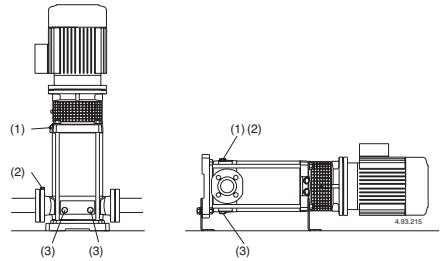

Fig. 4 (1) Llenado y purga
Con la **bomba por encima del nivel de agua** a elevar, (funcionamiento en aspiración, (Fig. 3A), o con una carga insuficiente, (inferior a 1 m) para abrir la válvula de retención, llenar el tubo de aspiración y la bomba a través del orificio (1) (fig. 4).
(2) Purga aspiración
(3) vaciado
Con el **nivel de agua en aspiración por encima de la bomba**, (funcionamiento bajo carga, fig. 3B), llenar la bomba abriendo lentamente y completamente la compuerta del tubo de llegada teniendo la compuerta de la impulsión abierta y también los agujeros de purga (1), (2) (fig. 4) para hacer salir el aire.
Cerrar los agujeros de purga (1), (2) (fig. 4), para MXV-B, MXV(L) 25-32-40 und MXV(L)4 25-32-40 Atornillar los tornillos tipo pasador (17.17) del tapón de vaciado (14.12) (fig. 4b), y cierre el orificio de purga (14.04).
aspiración (fig. 4).
Posiblemente, como el caso de empleos temporales con líquidos sucios, hacer funcionar brevemente la bomba con agua limpia para remover los depósitos. O bien, después del vaciado proseguir con un lavado metiendo agua (al menos 40 litros) en el agujero de llenado (1) lado impulsión y dejándola salir por el agujero de vaciado (3) lado aspiración (fig.4).
Antes del desmontaje cerrar la compuerta de aspiración, y la de impulsión, y vaciar el cuerpo de la bomba (fig. 4).